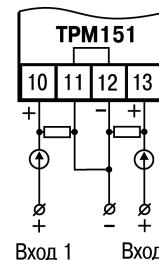

Рисунок 7.7 – Схема подключения активных
- 2) Активные датчики с выходным сигналом в виде тока (0...5 мА, 0...20 мА или 4...20 мА), в том числе датчики положения токового типа, можно подключать к прибору только после установки внешнего шунтирующего резистора (см. рисунок Б.1 и рисунок 7.7). Резистор должен быть прецизионным (типа С2-29В, С5-25 и т.п., мощностью не менее 0,25 Вт, сопротивлением 100 Ом \pm 0,1 %) и высокостабильным во времени и по температуре (ТКС не хуже 25×10^{-6} 1/°C).